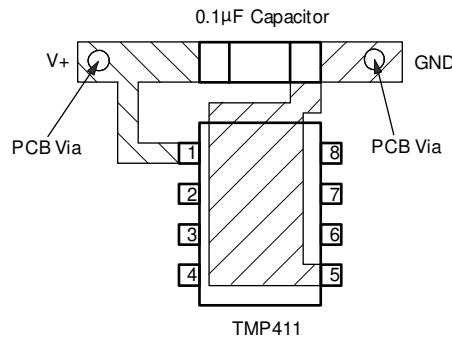

图 10-4. 建议的旁路电容器放置
- 在 TMP411 的 V+ 和 GND 引脚之间直接使用 $0.1\mu\text{F}$ 的本地旁路电容器，如图 10-4 所示。尽可能减小 D+ 和 D- 之间的滤波电容，使之达到 1000pF 或更低，从而实现出色的测量性能。此电容包括远程温度传感器和 TMP411 之间的任何电缆电容。